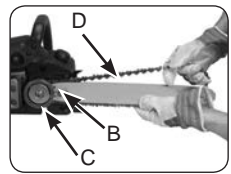

Abb. 4B
2. Schieben Sie die Kette um das Zahnrad (B) hinter der Kupplung (I) herum. Beachten Sie, dass die Glieder zwischen den Zähnen eingelegt sein müssen (Abb. 4B).
3. Führen Sie die Antriebsglieder in die Rille (D) und um das Ende der Schiene ein (Abb. 4B).